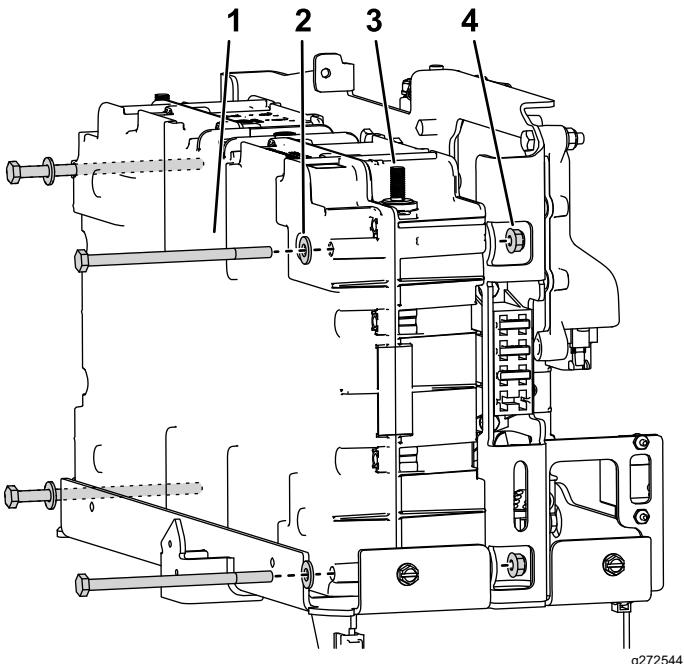

**Bild 7**
2. Lösen Sie die acht Schrauben, mit denen die Akkuabdeckung befestigt ist, und entfernen Sie diese (Bild 7).